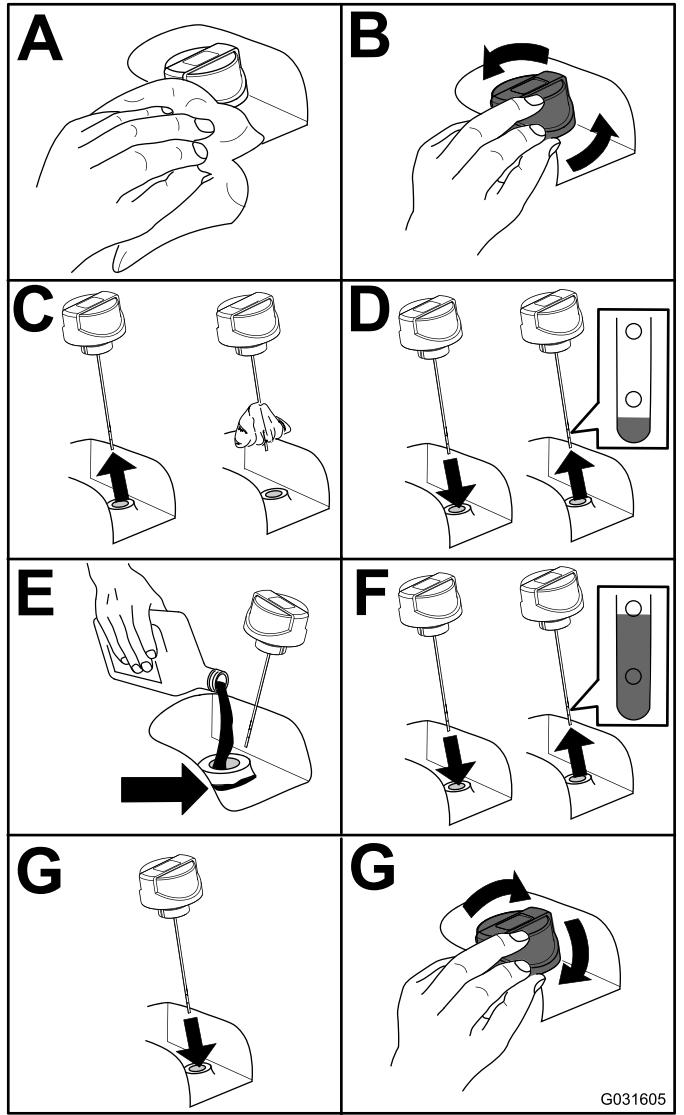

Figura 92
- Controllate il livello del fluido idraulico (Figura 92).
5. Riempite il serbatoio di fluido idraulico (Figura 92).